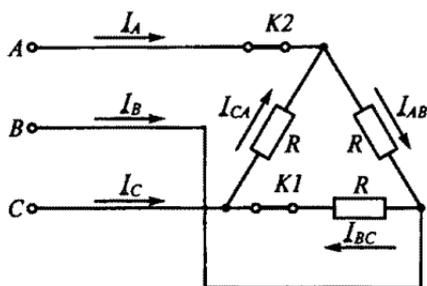

Рис. 130
3.104. Как изменятся токи при размыкании ключа *K1* в схеме на рис. 130? (Указать неправильный ответ.)
3.106. Как изменятся токи при размыкании ключа $K2$ в схеме на рис. 130?